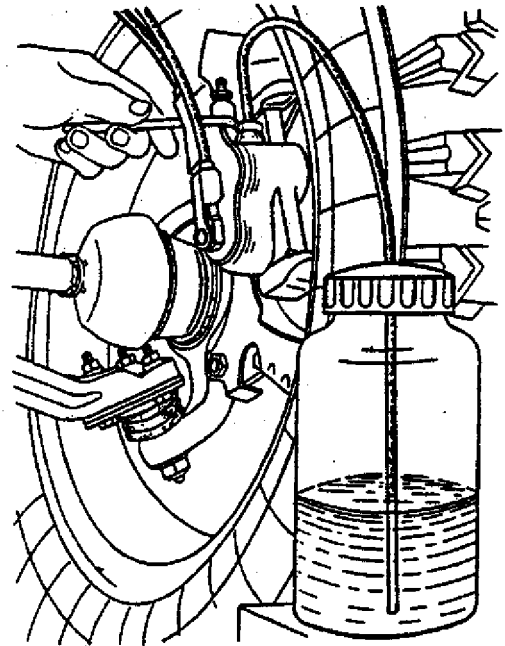

Fig. 6-8. Sangria do sistema hidráulico de freios
3. Encaixar uma mangueira de sangria na cabeça do sangrador e submergir a extremidade livre desta em um recipiente parcialmente abastecido com fluido especificado, limpo (fig. 6-8).